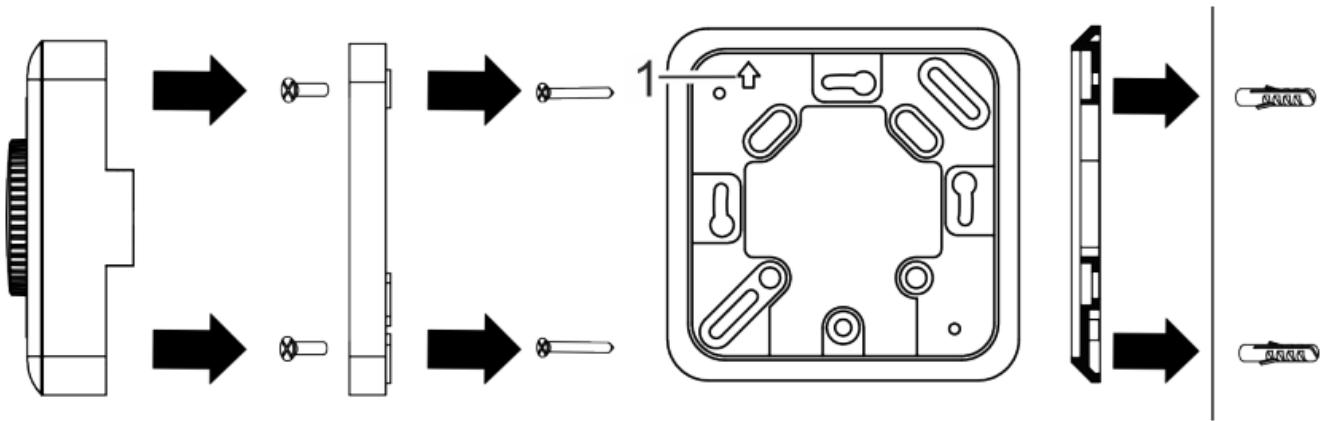

Fig. 4: Montage du socle du boîtier sur la plaque de montage
1. Monter la plaque de montage avec les vis (3,5 x 25 mm) sur la boîte encastrée (Fig. 4).
La flèche (Fig. 4/1) sur la plaque de montage doit pointer vers le haut.
6. Monter le socle du boîtier de l'appareil sur la plaque de montage à l'aide des vis (3 x 6 mm) (Fig. 4).